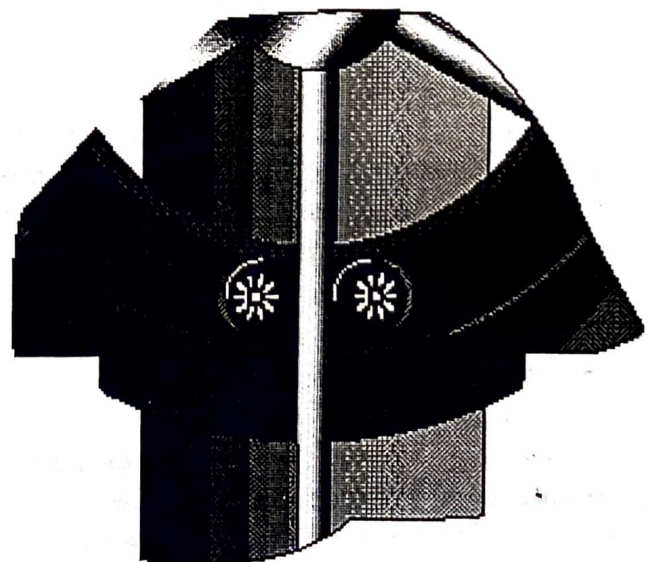

Fig 5.7 - Cales excentriques de compensation
10. Mettre en place les cales de compensation sur les tétons d'entraînement. Ces cales sont excentriques, vous devez les placer de façon à obtenir un maintien du rayon sans aucun jeu (fig5.7).